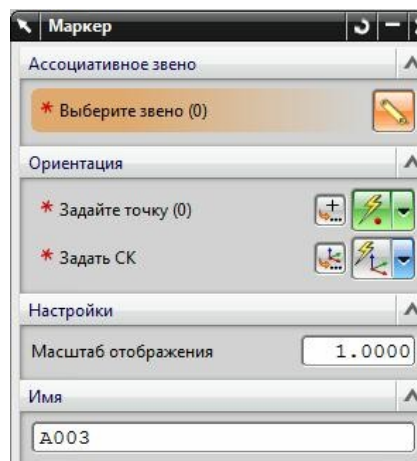

рис.39
- Диалоговое окно постановки маркера представлено на рис. 39. В этом окне нужно указать:
➤Внизу диалогового окна (рис.39) можно придумать имя вашему маркеру, на которое потом вы будете ссылаться.